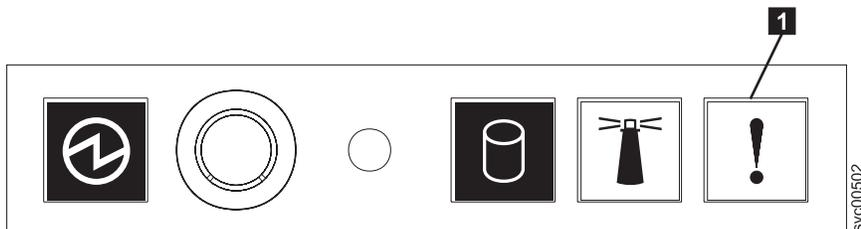

Figure 86. SAN Volume Controller 2145-8A4 panneau d'information opérateur
1. Le voyant d'erreur présenté à la figure 86, qui est situé sur le panneau d'information opérateur du système SAN Volume Controller 2145-8A4, est-il allumé ou clignote-t-il ?